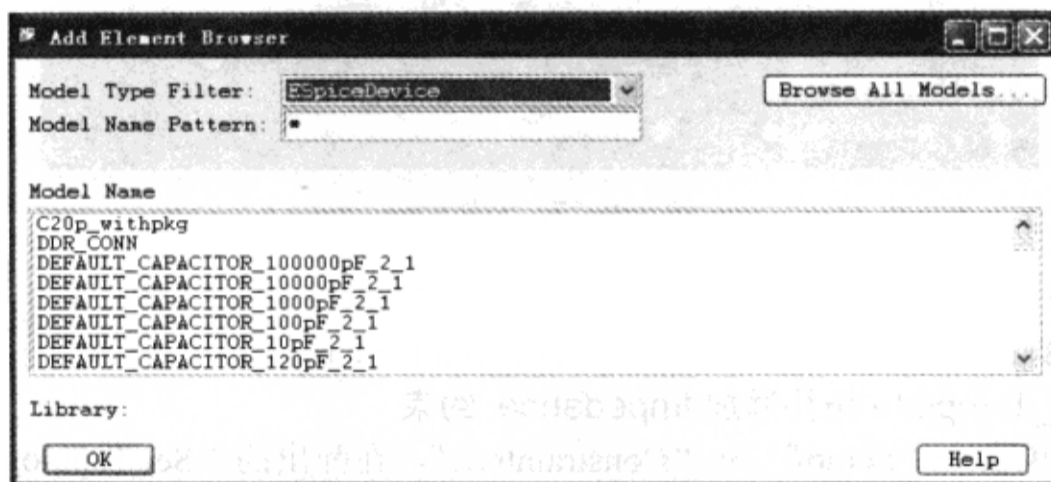

图 3-9-24 “Add Element Browser” 对话框
(5) 从 “SigXplorer” 窗口执行菜单命令 “Edit” → “Add Element...”，弹出 “Add Element Browser” 对话框，如图 3-9-24 所示。